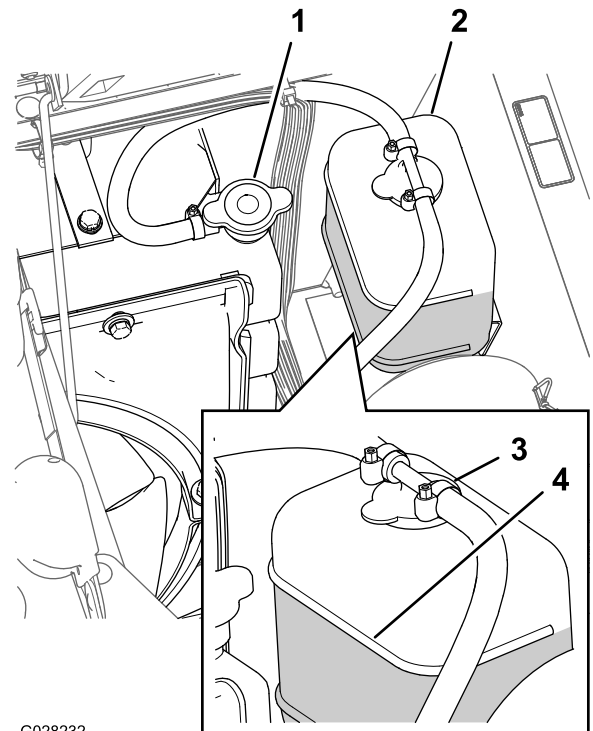

Figura 94
3. Retire cuidadosamente el tapón del radiador y el tapón del depósito de expansión (Figura 94).
Nota: El radiador debe llenarse hasta la parte superior del cuello de llenado, y el depósito de expansión debe llenarse hasta la marca Lleno del depósito (Figura 94).
5. Si el nivel de refrigerante es bajo, retire el tapón del depósito de expansión y el tapón del radiador, y llene el depósito de expansión hasta la marca Lleno (Figura 94) y el radiador hasta la parte superior del cuello de llenado ().
6. Coloque el tapón del radiador y el tapón del depósito de expansión (Figura 94).
2. Espere hasta que se haya enfriado el motor, luego retire el tapón del radiador (Figura 94).
6. Retire el tapón del radiador (Figura 94).
8. Arranque el motor con el tapón del radiador aflojado (Figura 94).
10. Una vez que el refrigerante se ha calentado, añada más refrigerante hasta que el nivel llegue a la superficie sellante del tapón, y apriete el tapón (Figura 94).
11. Abra el tapón del depósito de expansión y llene el depósito con refrigerante hasta el nivel de "Frío" (Figura 94).